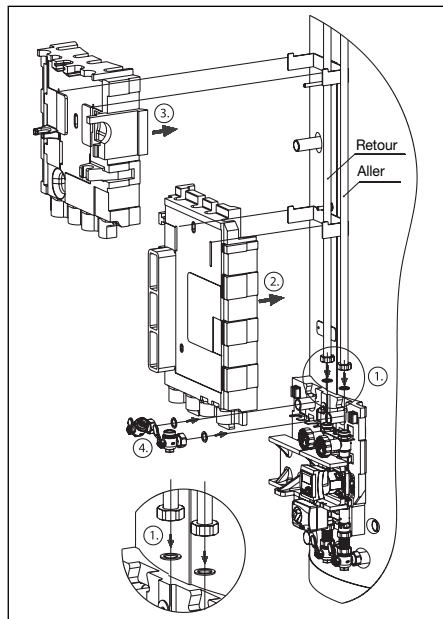

Fig. 11 Montage des isolations thermiques
- Réaliser le tubage des conduites aller et retour en partant du groupe du circuit de chauffage (fig. 11 point 1) ou utiliser le jeu de raccordement réf. 1383580 ou réf. 1383581 pour un deuxième circuit de chauffage optionnel.